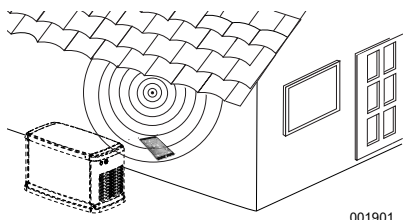

Abbildung 3-1. Testen der WLAN-Signalstärke
1. Siehe **Abbildung 3-1**. Positionieren Sie ein Mobilgerät am vorgeschlagenen Aufstellort des Stromerzeugers.